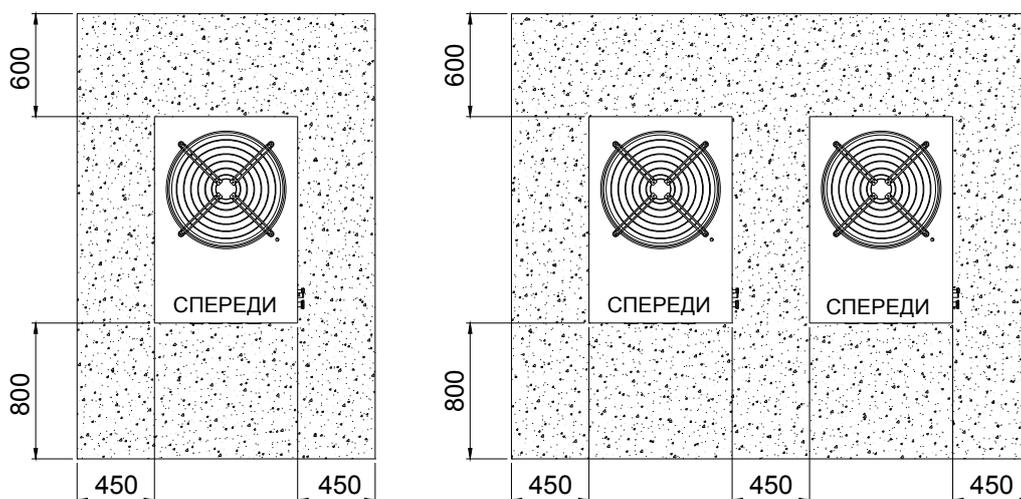

Рисунок 13 – Минимальные свободные расстояния для обеспечения правильной работы аппаратов "ACF"
- Пространство перед (сторона панелей горелок и электрощита) и сзади аппарата "ACF" должно быть свободным на расстоянии соответственно минимум 800 мм и 600 мм от сгораемых поверхностей, стен или других конструкций; это необходимо из соображений безопасности и для обеспечения удобного тех. обслуживания. С других сторон минимальное свободное пространство должно быть 450 мм, что необходимо для обеспечения потока воздуха для охлаждения конденсатора. Схема с минимальными свободными расстояниями приведена в Рисунок 13, стр. 43.